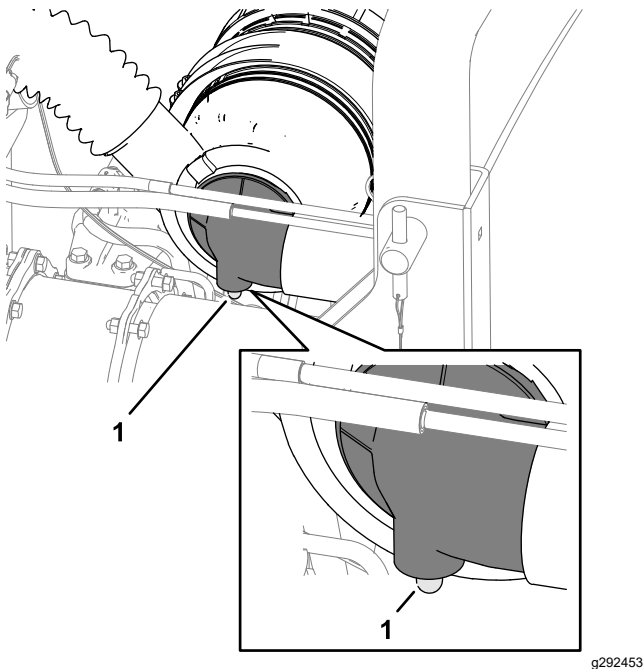

Figura 49
2. Compruebe el indicador de obstrucciones del filtro de aire (Figura 49).
Nota: Revise el filtro de aire primario cuando el indicador de obstrucciones del filtro (Figura 49) se ve rojo. Los cambios frecuentes del filtro aumentan la posibilidad de que entre suciedad en el motor al retirar el filtro.